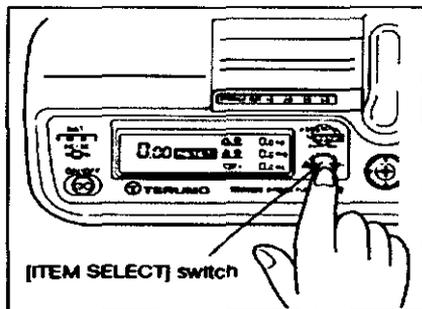

Fig. 39: [ITEM SELECT] switch: botón [SELECCIÓN ITEM]
- 3) Ingrese los valores para los otros ítems siguiendo el procedimiento 3) y 4) para el caso de $\mu\text{g}/\text{kg}/\text{min}$ (Fig. 39)